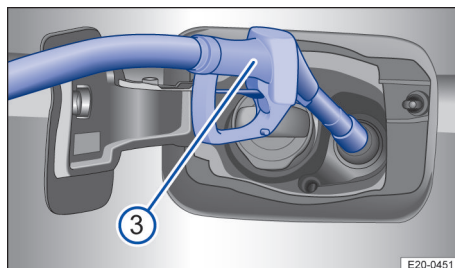

Fig. 166 Alimentarea cu AdBlue cu pompa de alimentare.
1. Țineți mânerul pistolului de alimentare cu AdBlue® în jos, pentru a asigura alimentarea optimă → fig. 166 ③.
3. Rezervorul de AdBlue® este plin imediat ce pistolul de alimentare se oprește pentru prima dată → ①.